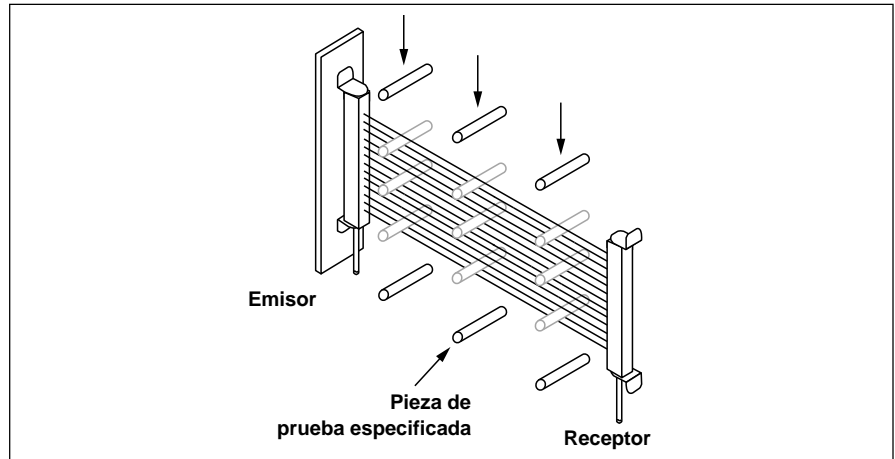

Fig. 38 Prueba de Disparo del MINI-SCREEN
Deslizar la pieza de prueba especificada correcta hacia abajo a través de la zona de detección en tres puntos (ver Fig. 38):
- b. Con la máquina protegida en reposo, deslizar la pieza de prueba especificada (suministrada con la caja de control) hacia abajo a través de la zona de detección en tres puntos: cerca de la columna de receptor, cerca de la columna del emisor y a medio camino entre las columnas de emisor y receptor (Fig. 38). En cada caso, el indicador rojo debe encenderse y permanecer iluminado durante todo el tiempo en que la pieza de prueba esté dentro de la zona de detección. Cuando se retira la pieza de prueba de la zona de detección, debe iluminarse el indicador verde. Si el indicador verde se ilumina en cualquier momento mientras la pieza de prueba esté dentro de la zona de detección, comprobar si existen superficies reflectoras y no seguir hasta que se descubra la causa y se resuelva la situación.